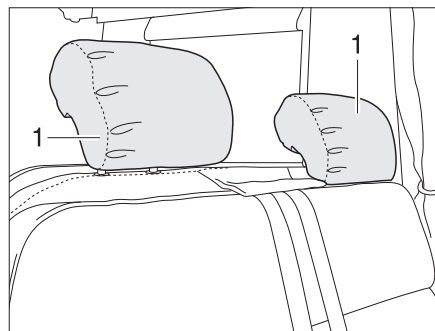

Fig. 17 Appuie-tête, banquette (Variante 1)
- Tirer manuellement les appuie-tête (Fig. 17,1) vers le haut ou les faire descendre.